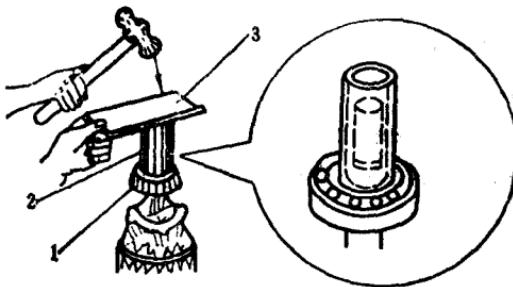

图2-7 利用套管装配轴承
1. 利用套管安装 这是一种比较简单实用的装配方法。如图2-7所示。套管